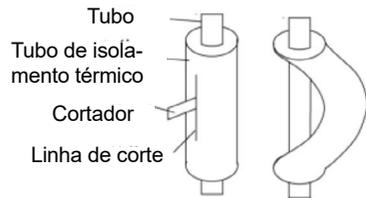

Fig 10
(4). Ao dobrar o tubo, não o dobre como na figura. O tubo irá colapsar. Neste caso, corte o tubo de isolamento térmico com uma faca afiada, como mostrado na Fig.10, e dobre-o após expor o tubo. Depois de dobrar o tubo conforme desejado, certifique-se de colocar tubo de isolamento de volta no tubo e prenda-o com fita adesiva.